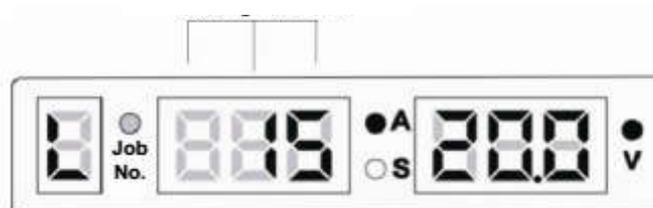

Рисунок 3-33. Пользовательский интерфейс для блокировки диапазона регулировки сварочного тока
4. В пользовательском интерфейсе для блокировки диапазона регулировки сварочного тока мигает средний цифровой индикатор - см. рисунок 3-33. Используйте регулятор на панели управления сварочного аппарата, чтобы установить диапазон регулировки сварочного тока и нажмите кнопку «SAVE» (СОХРАНИТЬ). Отображается пользовательский интерфейс для блокировки диапазона регулировки напряжения. Диапазон по умолчанию: ± 15 А.